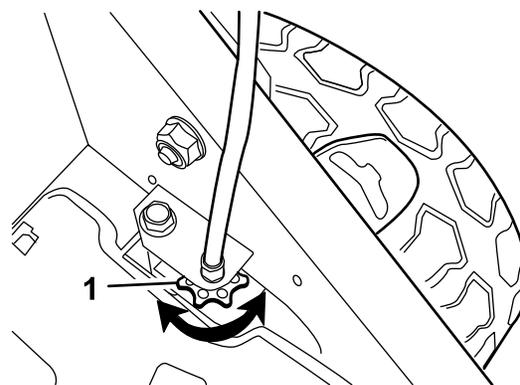

Figura 22
- Se le ruote non girano quando inserite la barra della trazione automatica, la cinghia di trazione è eccessivamente allentata. Ruotate la manopola di controllo trazione della ruota (Figura 22) in senso orario di 1 giro e ripetete le fasi da 3 a 5.